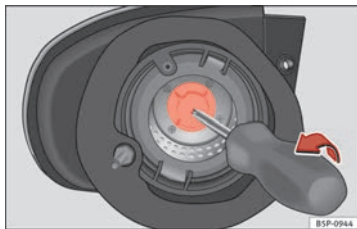

Abb. 193 Blinklicht
- Nehmen Sie den Lampenträger des Blinkers mit einem Schraubendreher in Pfeilrichtung heraus ⇒ Abb. 193.